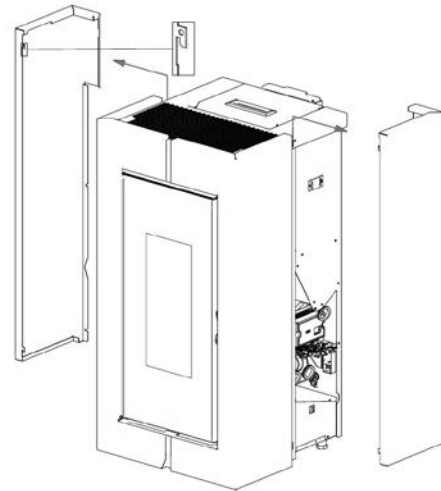

Fig. 52 - Aushaken der Seiten
- Die hinteren Seiten aushaken (siehe **Fig. 52**).